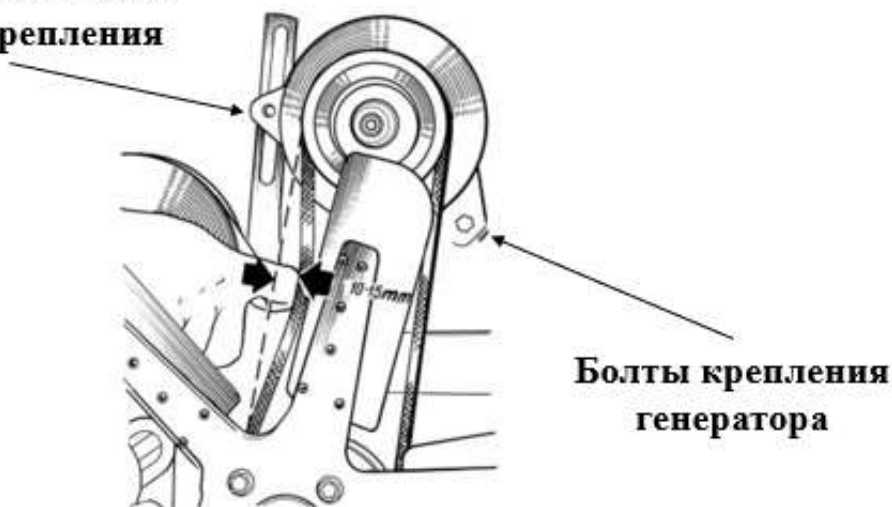

Рисунок 5.19. Проверка натяжения ремня привода генератора\
Нормально натянутые ремни при нажатии на середину ветви с усилием 40 Н (4 кгс) должны прогибаться: ремень привода водяного насоса - на 7-12 мм (рис. 5.16) исполнение 1 и на 10-15 мм (рис. 5.18) исполнение 2, ремни привода генератора - на 10-15 мм (рис. 5.19). Если ремни прогибаются больше или меньше указанного, отрегулировать их натяжение.
- Ослабить затяжку болтов крепления генератора, гайку крепления планки генератора и болт крепления генератора к планке (рис. 5.19).